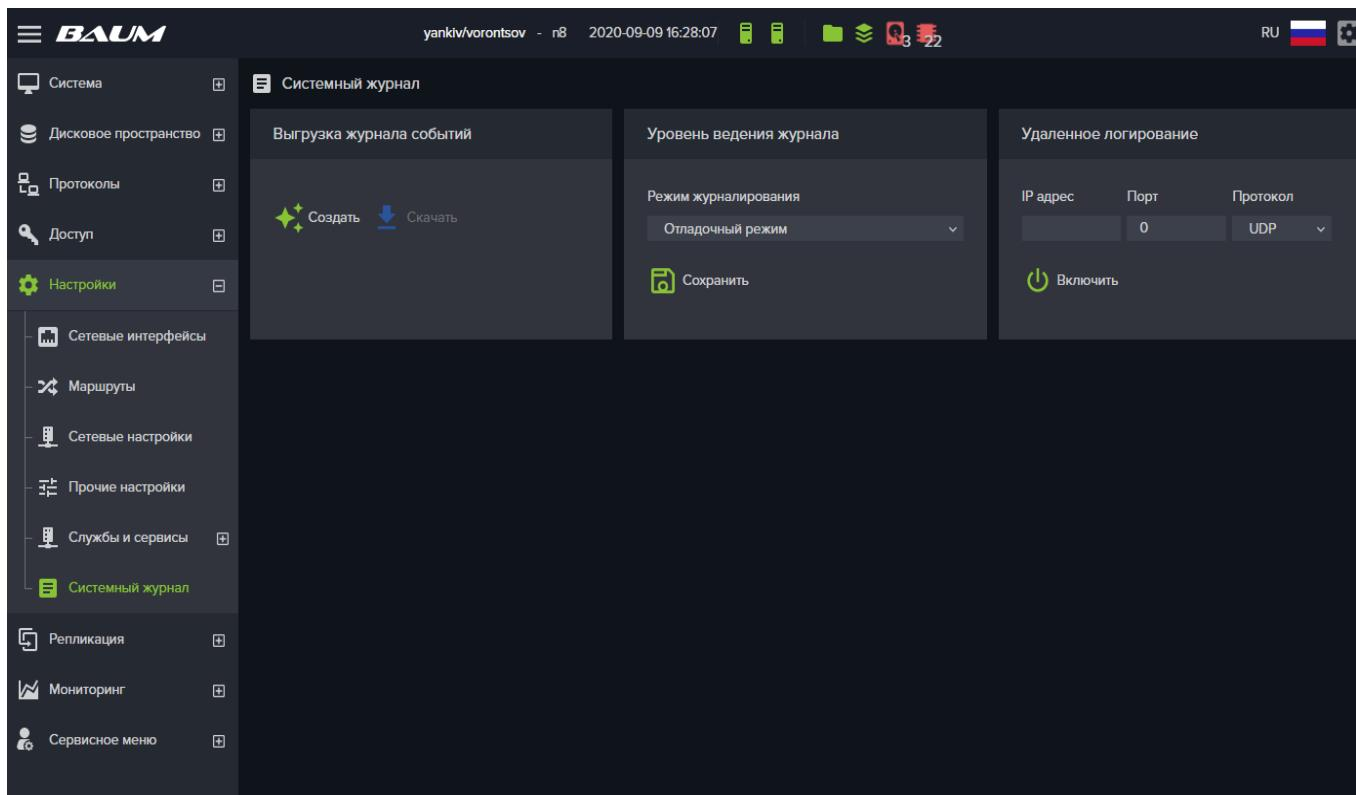

Рисунок 172. Системный журнал событий
На вкладке меню «События», в панели «Оперативный журнал» (см. Рисунок 172), выводятся записи событий.
1. Перейдите на вкладку меню «Настройки» → «Системный журнал» (см. Рисунок 172);